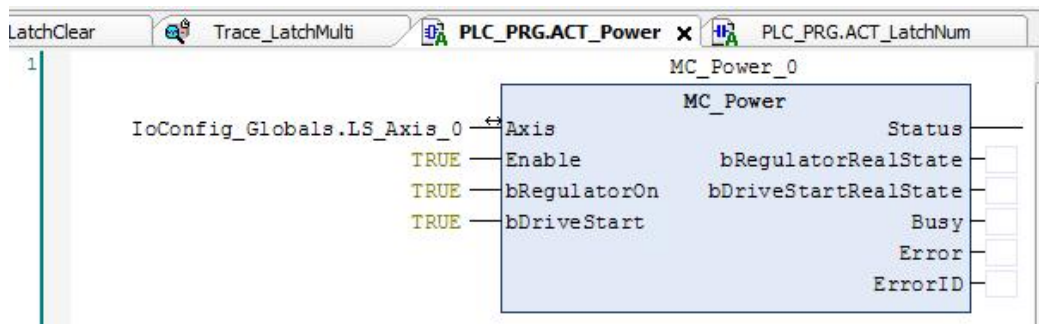

图 9.51 上电模块 Power
- (1) 新建工程并命名 HighSpeedLatch，编程语言为结构化文本 ST。
- (2) 右击 PLC_PRG 主程序，选择“添加对象”-“动作”，命名 ACT_PD606_Cmd，负责脉冲方向模块和硬件 IO 处理模块，编程语言为梯形图 LD，在设备栏双击 ACT_PD606_Cmd 进入程序编辑区，添加 PD606_IO_Cmd 模块并在指令中填上对应的轴号。
- (3) 按照步骤 2 的方法依次添加上电模块 Power、相对运动模块 RelativeMove、高速锁存模块 ACT_HighSpeedLatch，并填写相应的参数，如图 9.51~9.53 所示。